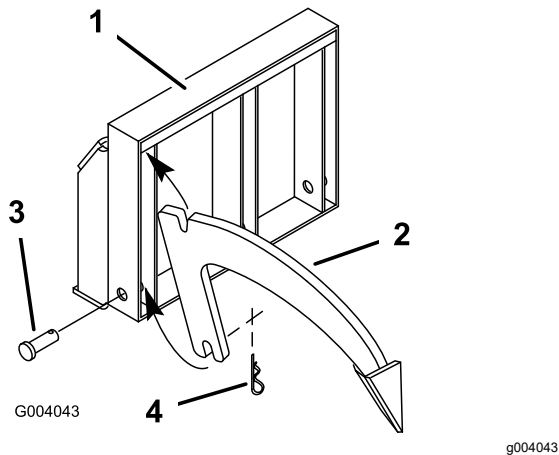

图 3
1. 将附件顶部的插槽滑入 3 个附件位置中其中一个的顶杆中 图 3
2. 将配件底部摆动到框架中并用柱销固定 图 3。
3. 使用发卡销固定销 图 3。